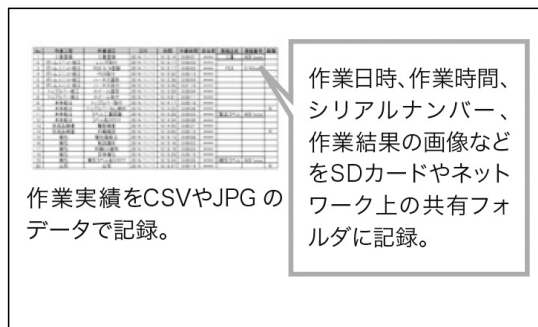

図5 実績データのイメージ
- 部品のシリアルナンバーや組立状態の画像などをSDカードやネットワーク上の共有フォルダに収集し、実績データや画像データとして記録を残すことができるため、作業分析やトレーサビリティに活用できる(図5)。